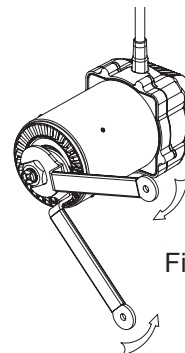

Fig. 6
5. Pour serrer la mèche dans la douille de serrage, utilisez deux clés (Fig. 6).